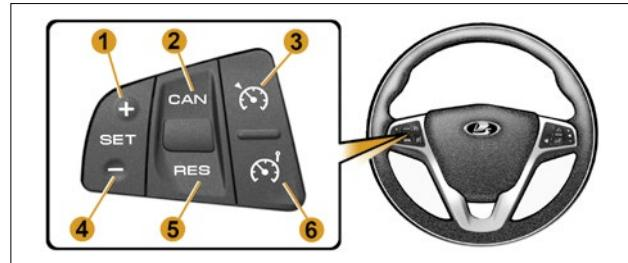

Рис. 1. Блок управления «Круиз-контроль»
- выключатель «» – включение/выключение круиз-контроля (рис.1, поз. 3);
- выключатель «» – включение/выключение ограничителя скорости (рис.1, поз. 6);
- выключатель «SET+/SET-» – установка и увеличение скорости 1 и 4 (рис. 1);